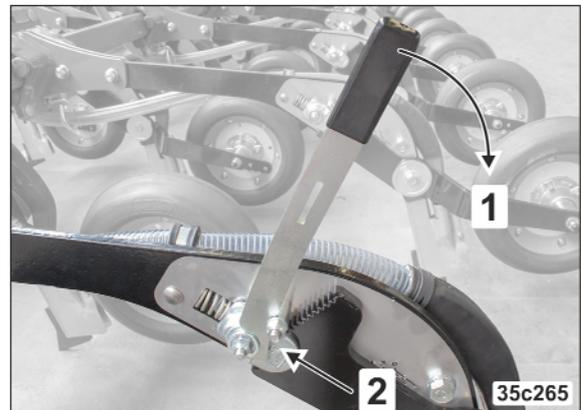

Fig. 176
3. Déverrouiller le dispositif de réglage avec l'outil (Fig. 176/1/2)